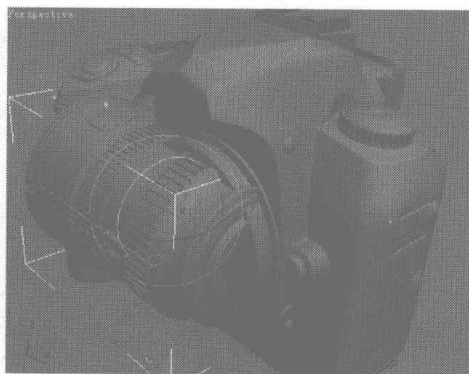

图 6.505
- 15** 此时我们可看到相机模型与镜头模型位置不相符，如图 6.505 所示。